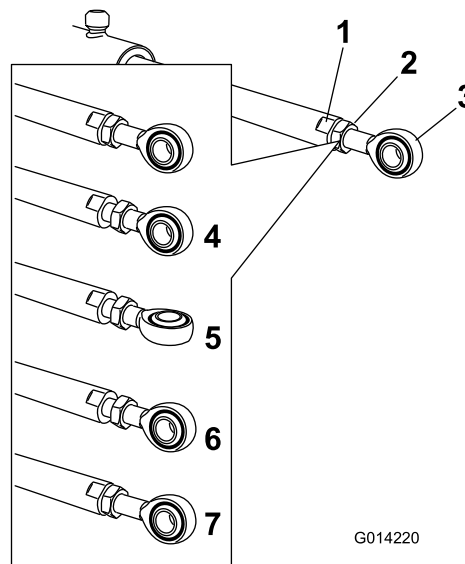

图 100
5. 在提升器杆的平整侧用扳手进行固定然后松开锁紧螺母使孔眼杆可以调整图 100。
6. 转动提升器杆上的孔眼杆将延伸的提升器缩短或延长至所需的位置图 100。